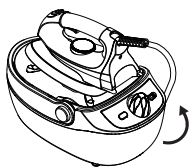

Fig.5
- Afloje lentamente la válvula de seguridad. (Fig.5)